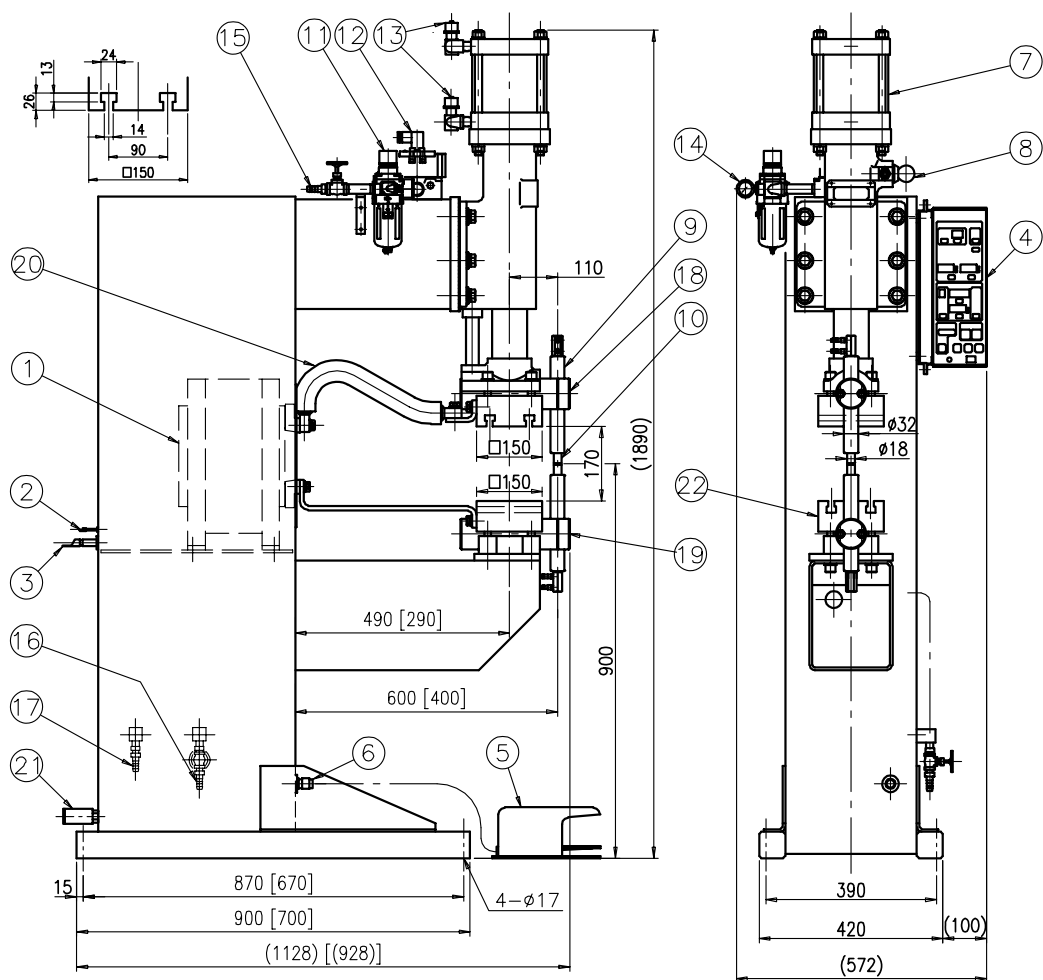

図2. SLAJM(S)-610 外径図
⑫ パーツリスト (つづき)
12. 1. 2 標準部品【SLAJM(S)-610】(図2. 参照)